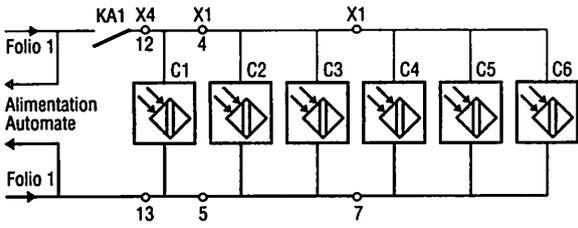

Fig. 18 : Schéma d'alimentation des cellules photo-électriques.
- le schéma d'alimentation des cellules photo-électriques (fig. 18),